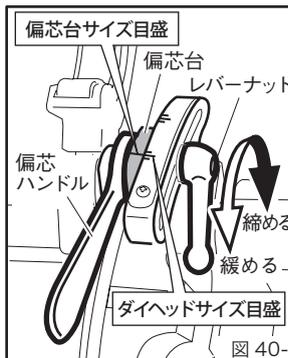
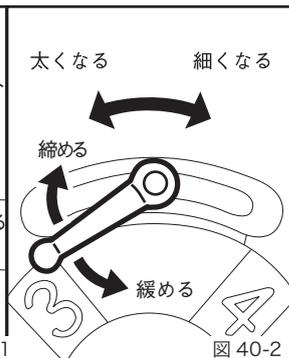

図 40-1
図 40-2
- ①ねじ切り寸法を合わせる時には、偏心ハンドルを必ず手前に倒してから、ダイヘッドのねじ切りサイズ寸法と偏心台の目盛を合わせてください。(図 40-1)
- ②レバーナットは手でしっかり締めるだけで充分です。ハンマー等で叩き締めする必要はありません。
- ③太め、細めのねじを切るには、偏心台の目盛をサイズ目盛の線より手前にずらして合わせると太く、反対に向側にずらして合わせると細く切れます。(図 40-2)